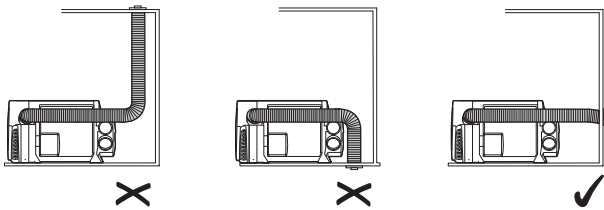

Fig. 2
- La cheminée doit être réalisée seulement en tant que cheminée latérale. Les cheminées de toit et de plancher sont interdites (Fig. 2).